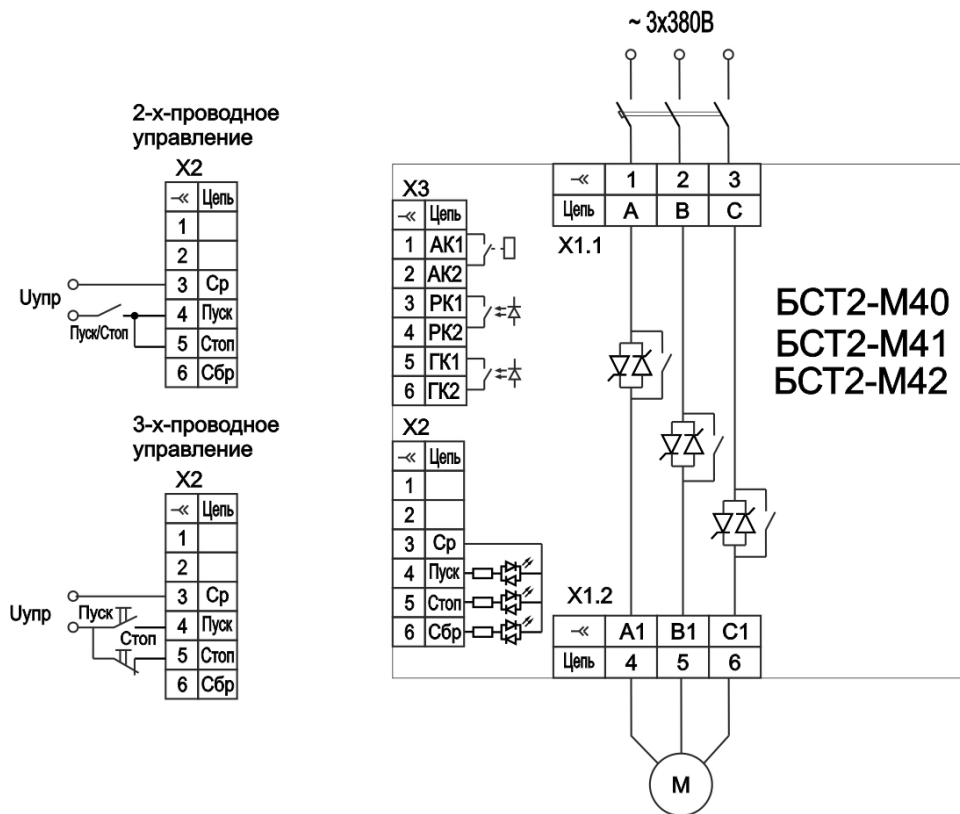

Рисунок 3 – Пример схемы подключения БСТ2-M40, БСТ2-M41, БСТ2-M42
1.6.6 Пример схемы подключения приведен на рис. 3 и 4 .